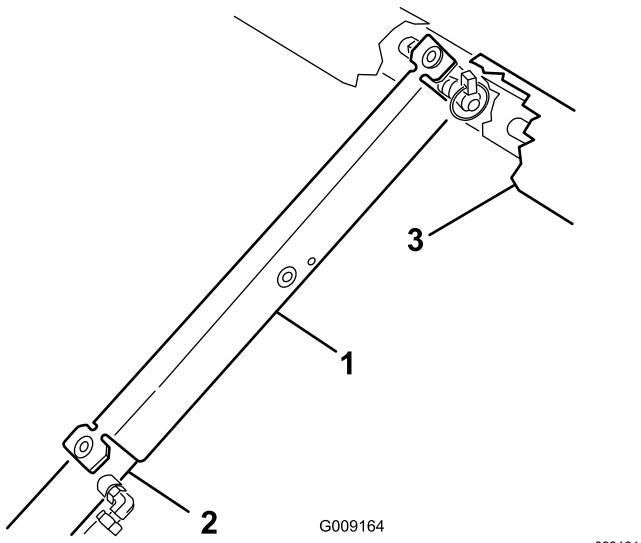

Figura 13
3. Spingete il supporto del pianale sull'asta del cilindro, assicurandovi che le lingue all'estremità del supporto poggiino sull'estremità della canna del cilindro e sull'estremità dell'asta del cilindro (Figura 13).